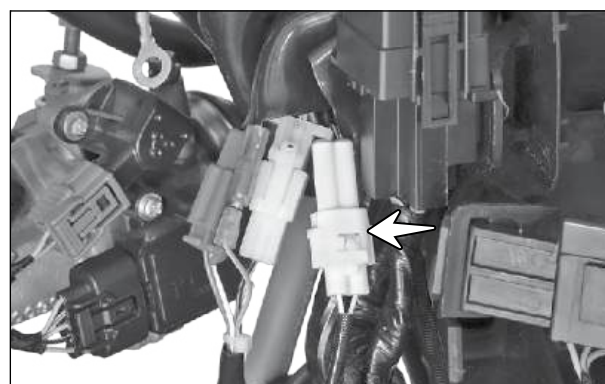

Fig. 5.32
- O conector do sensor térmico (seta) está localizado próximo à caixa da bateria. (Fig. 5.32)
- Pressione a trava e desconecte cuidadosamente o conector do sensor térmico da fiação. (Fig. 5.32)